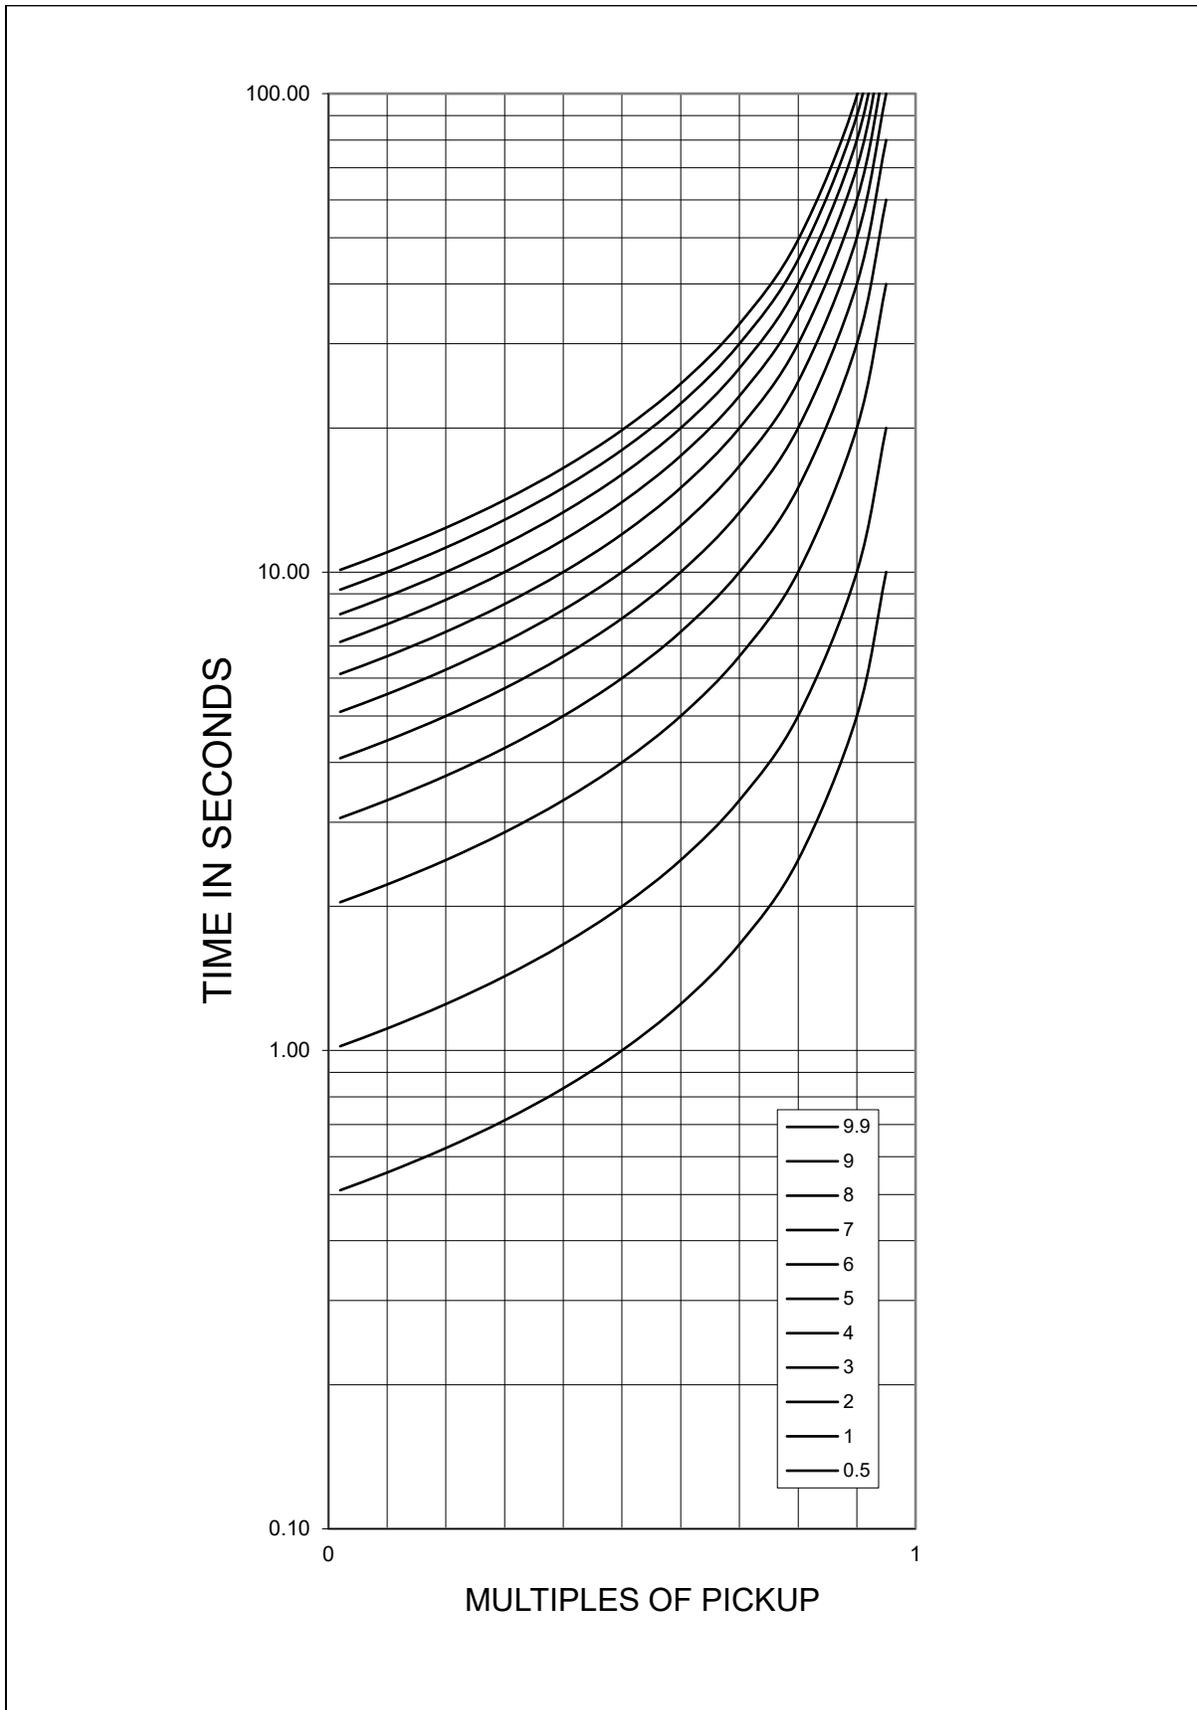
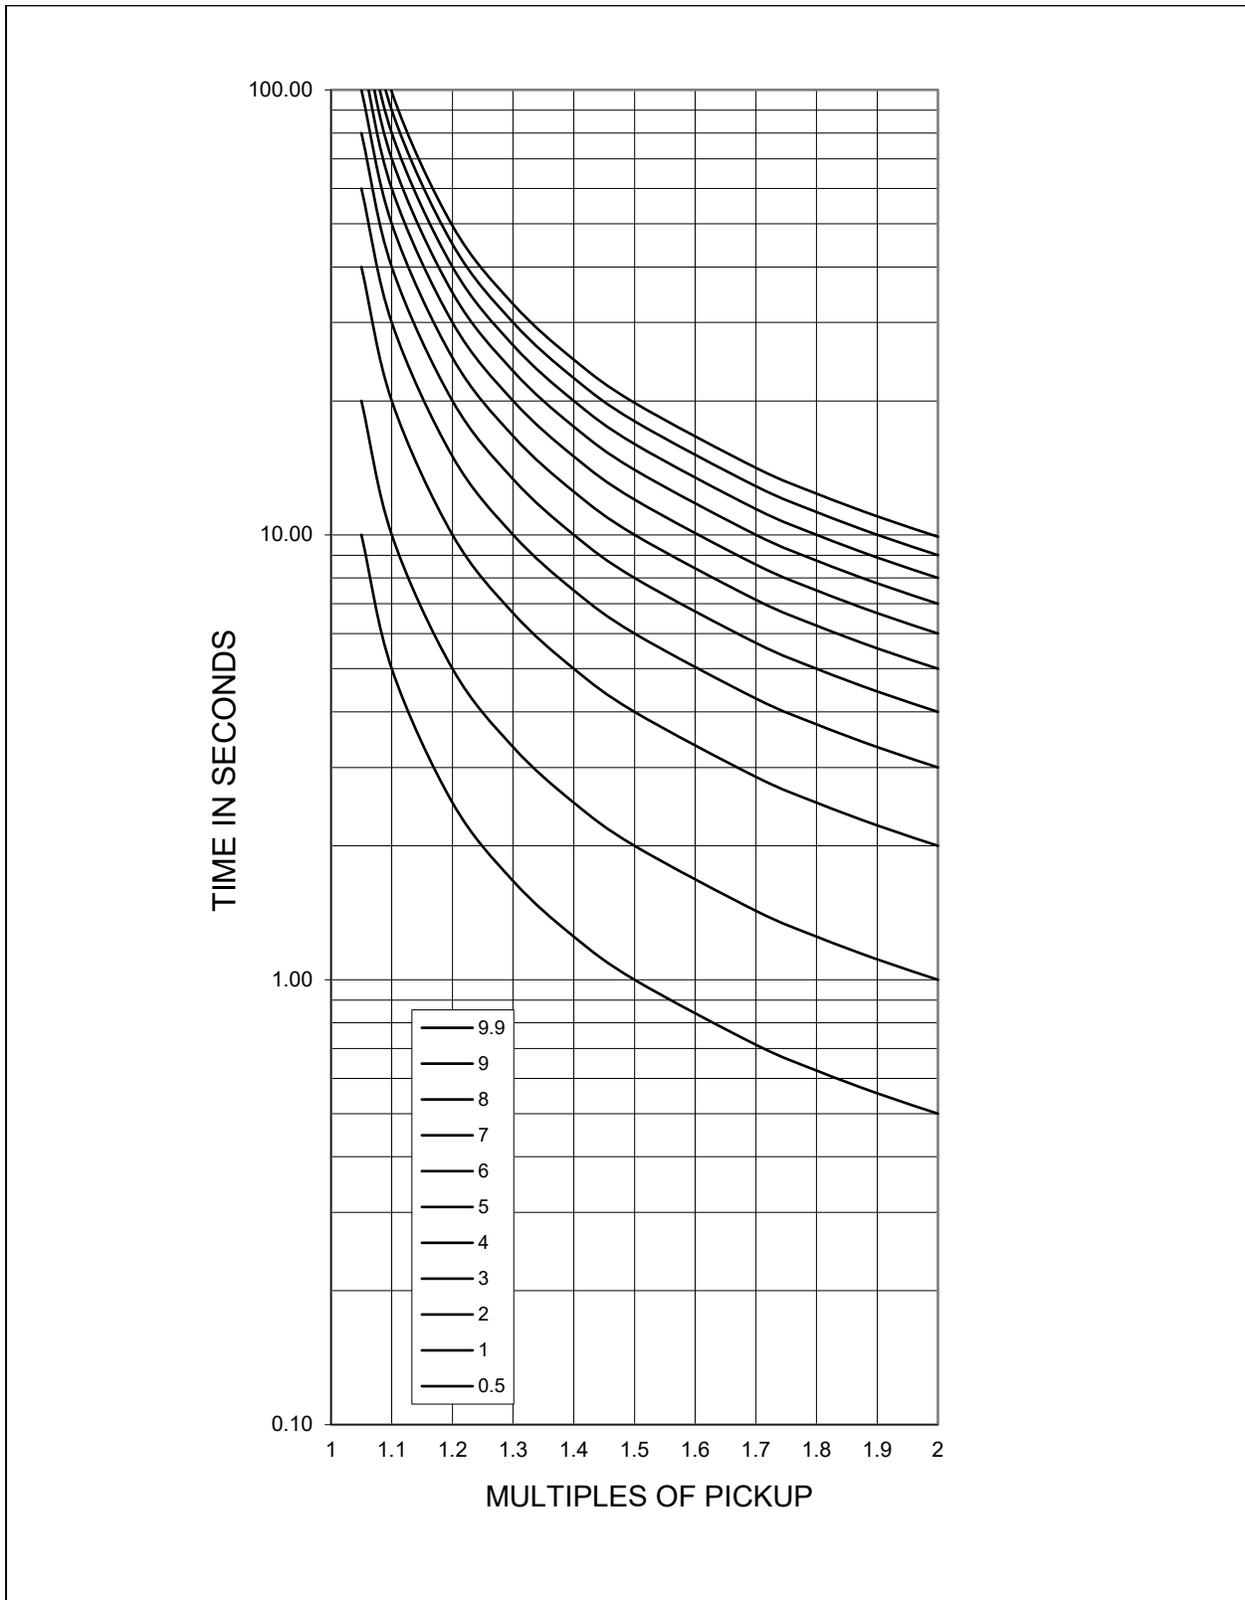
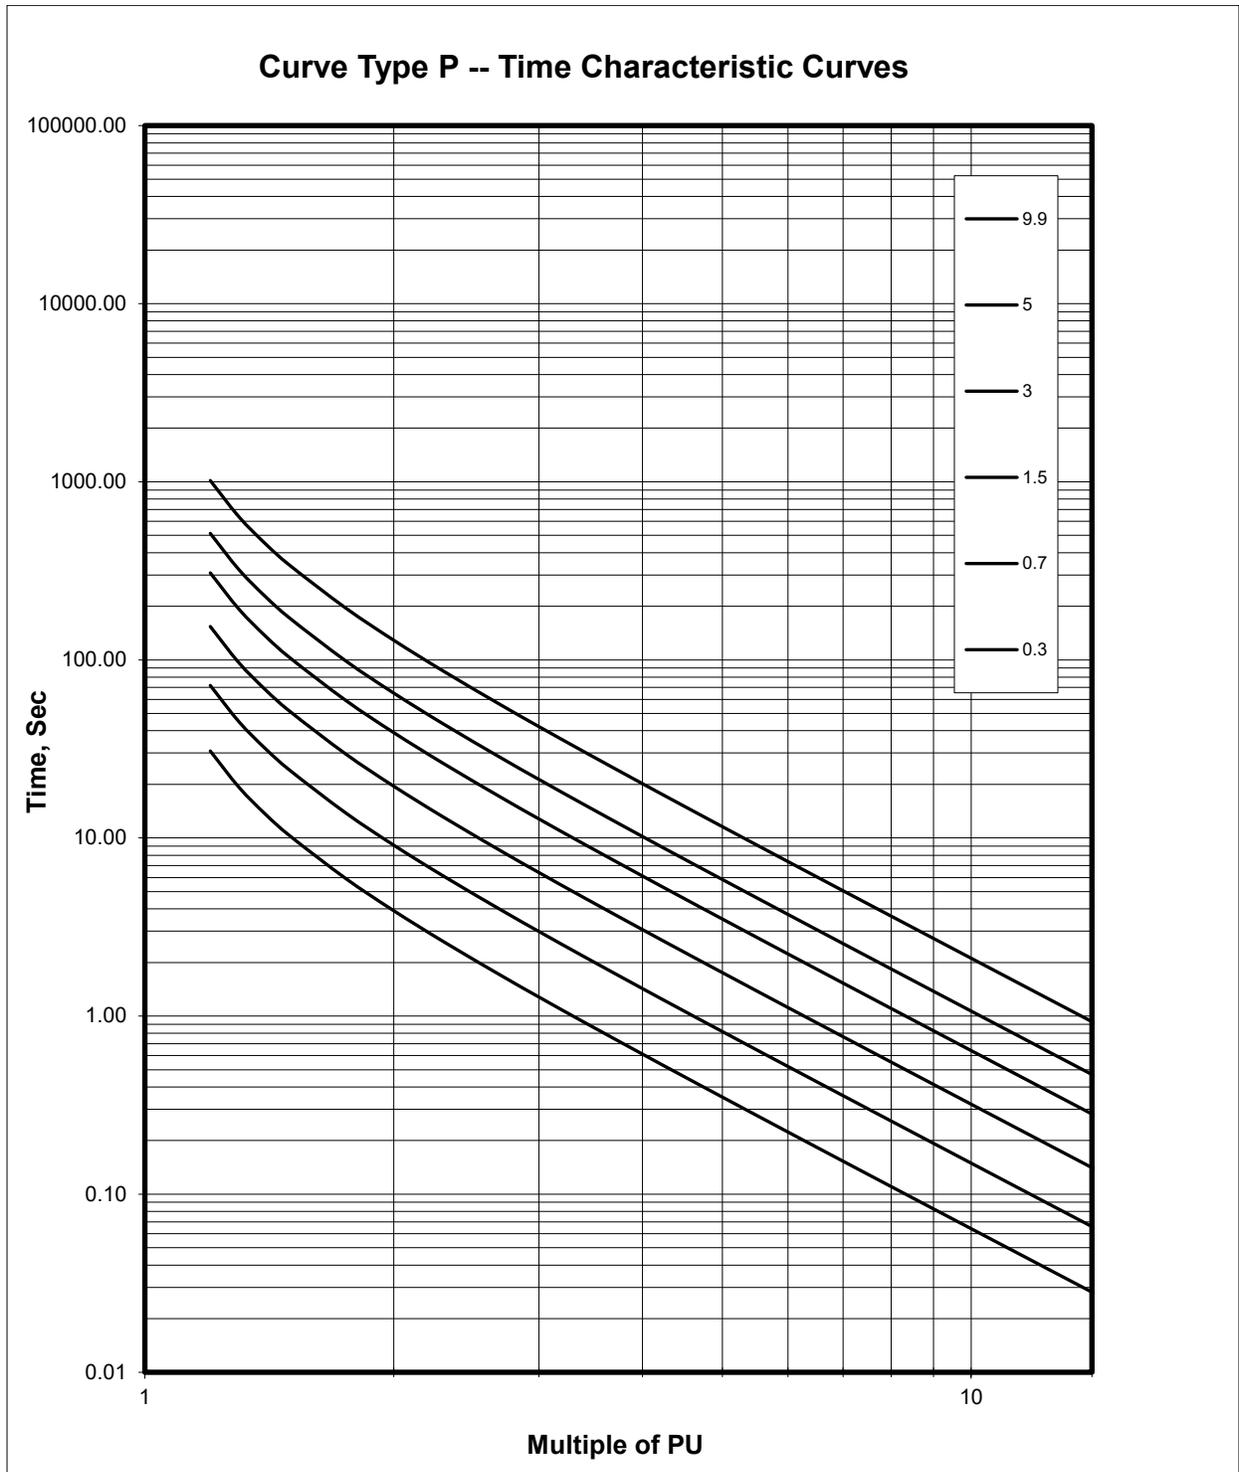

图 56-2. 欠压 (27) 反时限曲线 (默认常数)
图 56-3. 过压 (59) 反时限曲线 (默认常数)
图 56-4. DC 过电流 (76) 反时限曲线 (默认常数)
BE1-FLEX 提供多种反时限曲线。可选择标准反时限过电流曲线。此外，用户定义的可编程 (P) 曲线和表格 (T) 曲线可以为超过和低于、AC 和 DC 电压和电流元件 (27、51、59 和 76) 创建。默认设置曲线如下图 56-2、图 56-3 和图 56-4 所示。